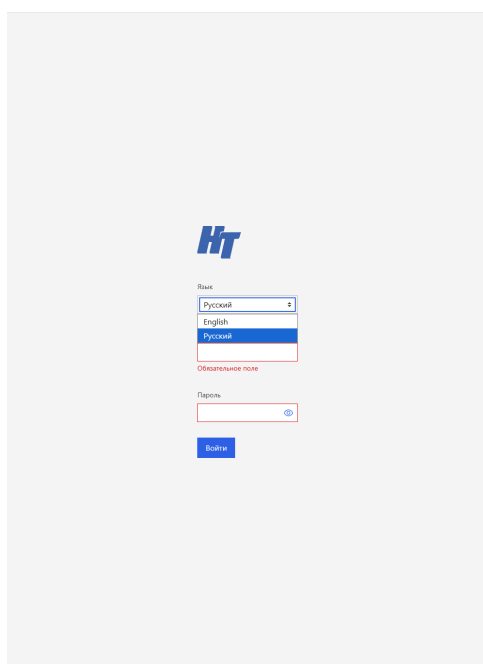

Рис. 63. Окно «Авторизации»
- 1) Подключитесь в VMC-консоль оборудования (Журнал событий Altair Z). Во вкладке «Язык» выберите «Русский». Окно показано на рис. 63 Окно «Авторизации»